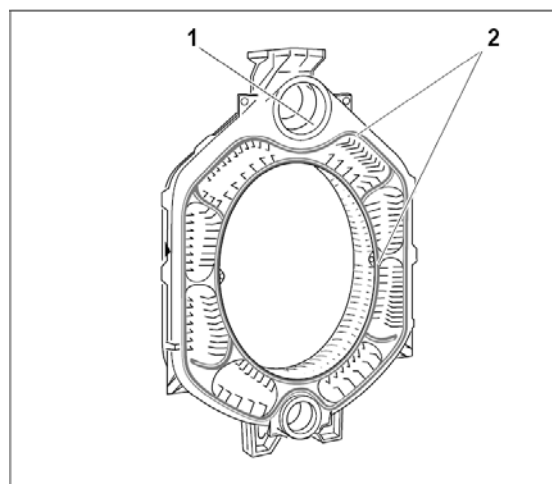

Fig. 12
- Smörj nippelgångarna med mynja (Fig. 12, **pos. 1**).
- Stryk på lim på tätningsspåren (häftgrund) (Fig. 12, **pos. 2**).